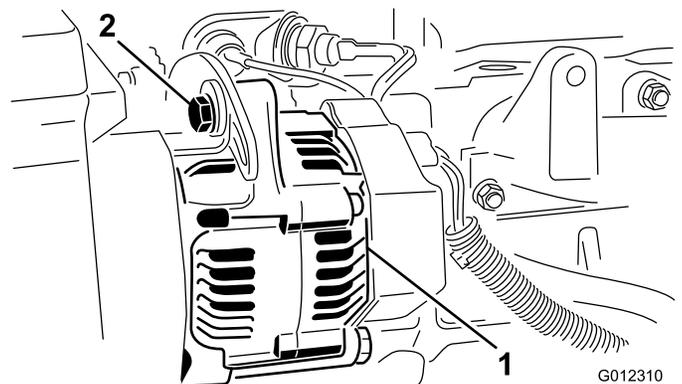

Figura 41
- Si la desviación no es de 10 mm, afloje los pernos de montaje del alternador (Figura 41). Aumente o reduzca la tensión de la correa del alternador y apriete los pernos. Compruebe de nuevo la desviación de la correa para asegurarse de que la tensión es la correcta.